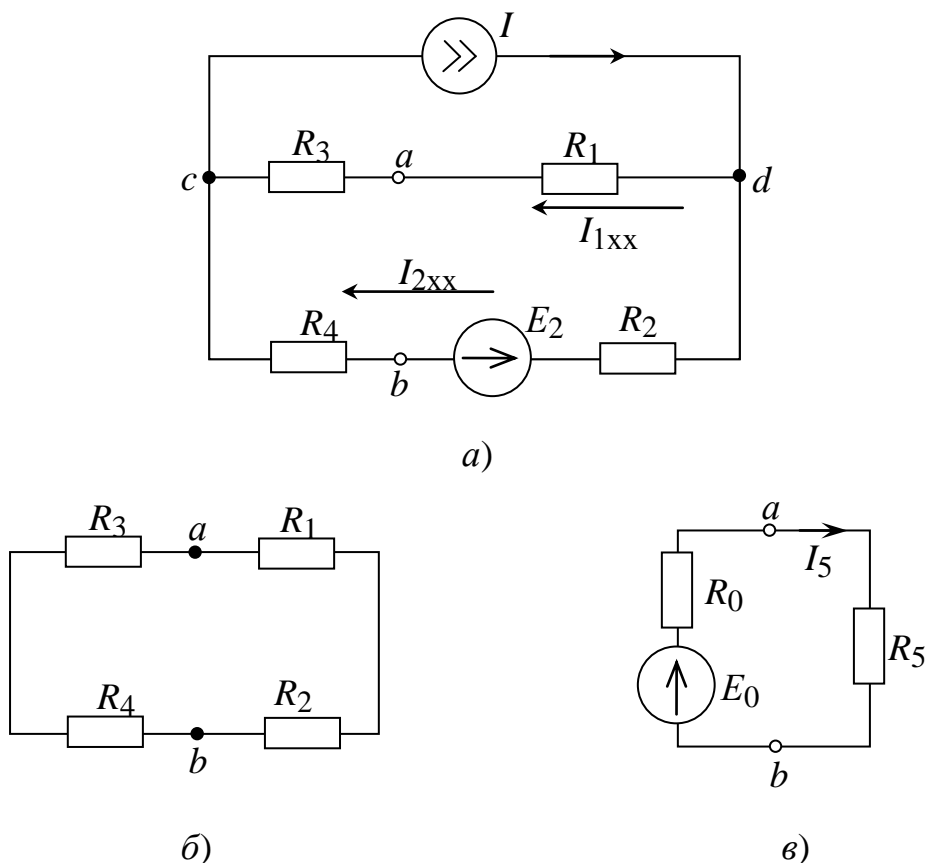

Рис. 1.18
Источник тока преобразуем в эквивалентный источник ЭДС с  $E_1 = (R_1 + R_3)I = 50(5+16) = 1050$  В. Схема для этого случая показана на рис. 1.18 а.
2. Определим эквивалентное сопротивление  $R_0$ . Для этого необходимо замкнуть источник ЭДС, а источник тока отбросить. Схема для этого случая показана на рис. 1.18 б).
Ток  $I_5$  определяем по закону Ома для замкнутого контура (см. рис. 1.18 в)